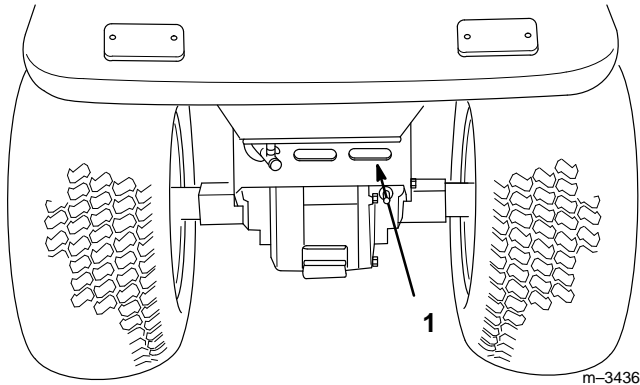

Abbildung 11
6. Die Hinterachsenabdeckung ist ein Lufteinlaßbereich zur Kühlung von Hinterachse und Kardanwelle. Fremdkörper von der Hinterachsenabdeckung entfernen, bevor der Traktor eingesetzt wird (Abb. 11).